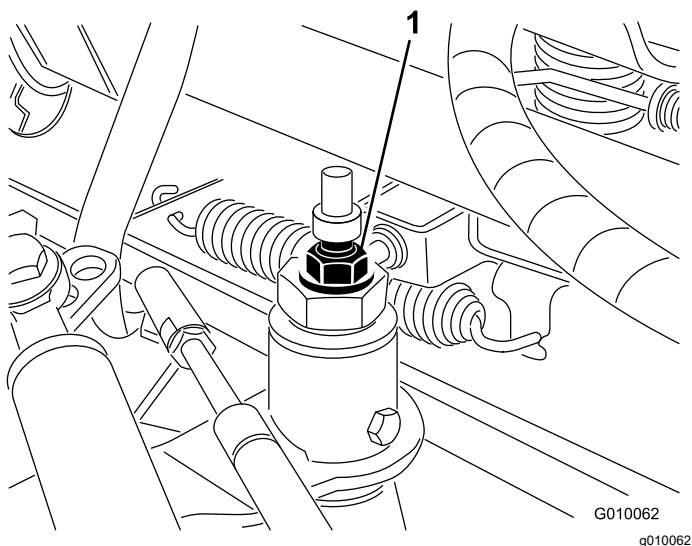

Figura 56
- Slăbiți contrapiulia camei de reglare a tracțiunii (Figura 56).